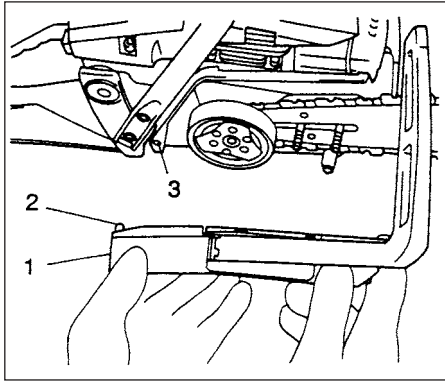
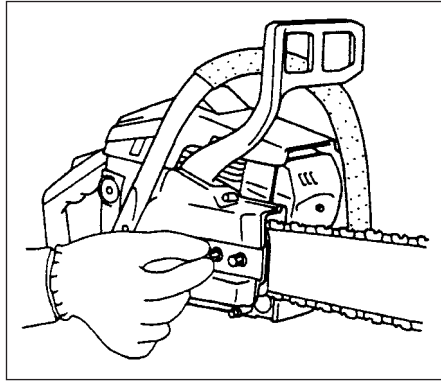

Fig.1-3
Fig.1-3B
4. Monter sidedekselet (1) på sverdfesteboltene mens styrepinnen (2) settes inn i sidedekselet i hullet (3) på enheten. (Fig. 1-3) Skru deretter mutterne til med hånd. (Fig. 1-3B)
5. Hold opp enden av sverdet og stram kjedet (1) ved å skru kjedestrammeskruen (2) med klokken. For å kontrollere strammingen løftes kjedet på midten og det skal bli en klaring på 0,5-1,0 mm mellom sverdet og drivlenken (3).